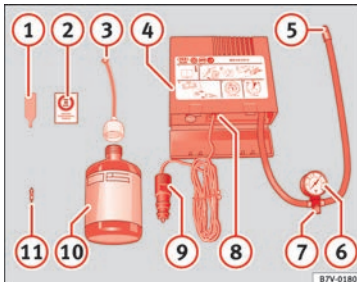

Fig. 67 Representação standard: conteúdo do kit antifuros.
- Desenrosque a proteção e o obus da válvula do pneu. Utilize o aparelho »» **Fig. 67 ①** para retirar o obus. Coloque-o numa superfície limpa.
- Agite com força a garrafa de vedante de pneus »» **Fig. 67 ⑩**.
- Enrosque o tubo de enchimento »» **Fig. 67 ③** na garrafa de vedante. O selo da garrafa partir-se-á automaticamente.
- Remova o tampão do tubo de enchimento »» **Fig. 67 ③** e enrosque a extremidade aberta do tubo na válvula do pneu.
- Volte a colocar o obus com o aparelho »» **Fig. 67 ①** na válvula do pneu.
- Enrosque o tubo de enchimento do pneu do compressor »» **Fig. 67 ⑤** na válvula do pneu.
- Verifique se o parafuso de evacuação de ar está enroscado »» **Fig. 67 ⑦**.
- Ligue o conector »» **Fig. 67 ⑨** a uma tomada de corrente de 12 volts do veículo »» **Página 159**.
- Ligue o compressor de ar com o interruptor ON/OFF »» **Fig. 67 ⑧**.